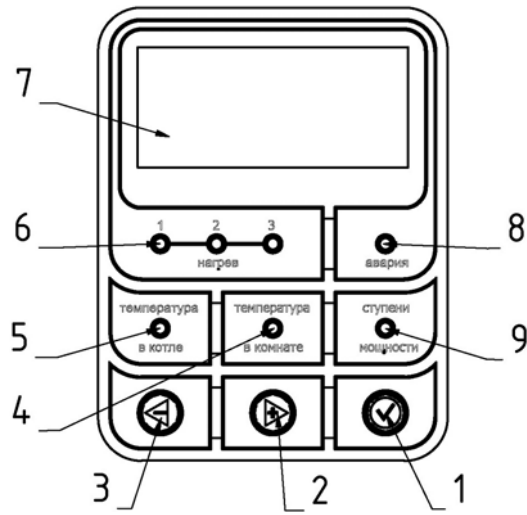

Рис. 5 Панель управления
- 4.10. Состояние работы прибора отражается на панели управления (Рис. 5). Панель управления содержит следующие элементы:
- ✓ Дисплей (7) отображает параметры работы прибора.
- ✓ Индикатор «нагрев» (6) показывает, сколько ступеней мощности (от 1-ой до 3-ей) включено, и работает в данный момент.
- ✓ Индикатор режима отображения температуры теплоносителя в приборе (5)
- ✓ Индикатор режима отображения температуры воздуха в помещении (4)
- ✓ Индикатор режима отображения количества разрешенных для включения ступеней мощности (9)
- ✓ Кнопка уменьшения показаний (3) / прокрутки меню (⇐)
- ✓ Кнопка увеличения показаний (2) / прокрутки меню (⇒)
- ✓ Кнопка выбора (1) / входа в меню (✓)
- ✓ Индикатор «Авария» (8) загорается при аварийном выключении прибора. На дисплей выводится код аварии по которому можно определить причину аварийного выключения. (см. подробнее коды неисправностей Таблица №2).
- 7.11. На дисплей выводится текущая информация о состоянии прибора. С помощью кнопок на панели управления обозначенных (⊖) и (⊕) (Рис.5) (2),(3), можно изменять отображаемые параметры работы, переключаясь между текущими значениями параметров «температура в котле», «температура в комнате», «ступени мощности», свечение индикаторов (5),(4),(9) указывает на отображаемый в данный момент параметр.
- 7.12. Для изменения уставки отображаемого параметра необходимо нажать на кнопку выбора (✓) (1) (Рис.5), перед цифрой на индикаторе появляется нижний пробел (например: _25), это означает, что прибор перешёл в режим изменения уставки,
- 7.19. Для входа в сервисное меню нужно нажать кнопку (✓) (1) (Рис.5), ~ 5 секунд, до появления на дисплее символов «п1», означающих первый пункт меню. С помощью кнопок (←) и (⊕); (2), (3), необходимо выбрать пункт меню, который требуется изменить. Для входа в режим изменения пункта меню необходимо нажать на кнопку (✓) далее с помощью кнопок (←) и (⊕) можно изменить значение выбранного пункта меню. С помощью последовательных нажатий на кнопку (✓) можно быстро просмотреть установленные значения всех пунктов меню. Для выхода из сервисного меню необходимо, подождать ~ 20 секунд, либо кнопкой (✓) промотать весь список пунктов.